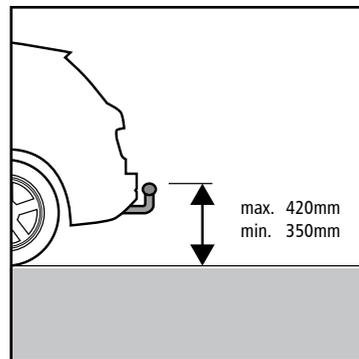

Abbildung 1a: Maße für die Oberkante der Anhängerkupplung nach der Höherlegung
- Wenn Ihr Fahrzeug über eine Anhängervorrichtung verfügt, stellen Sie bitte vor dem Einbau sicher, dass die Oberkante der Anhängerkupplung nach der Höherlegung die gesetzlich vorgeschriebene Höhe von 420mm nicht überschreitet (Abbildung 1a)